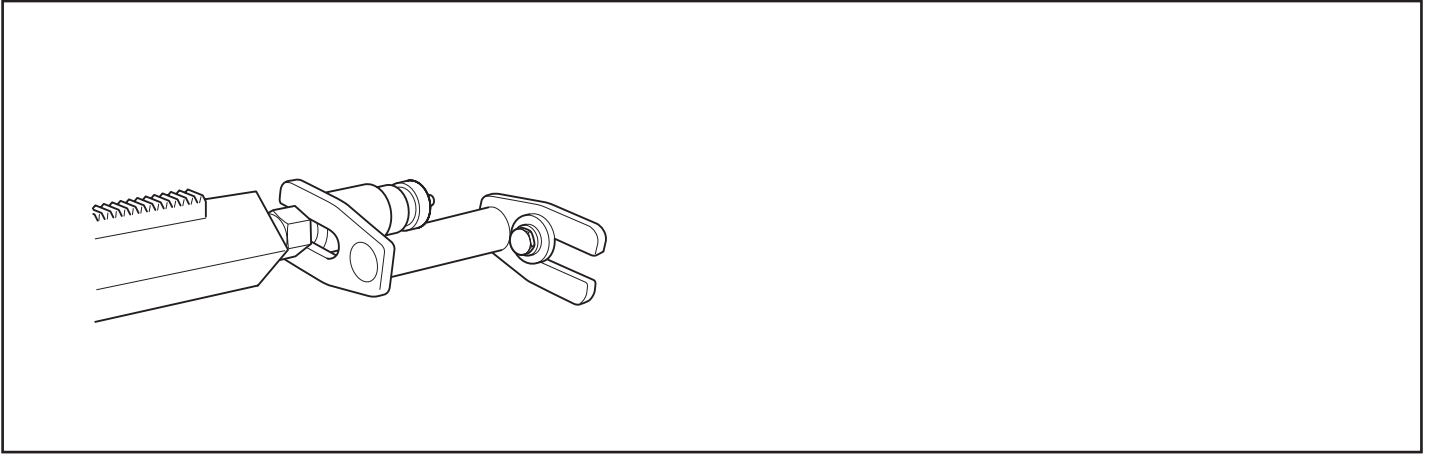

Fig.14
7. För ytterligare säkring av borrhjulet kan expanderfästet (extra tillbehör) (Fig.14) användas. Fästet justeras mot stämpskruven och fixeras i taket med en expanderbult. Säkra med låsmutter 30 mm.
7. Som en yderligere sikring af boresøjlen kan expanderbeslaget (ekstratilbehør) anvendes (Fig. 14). Beslaget justeres mod stempelskruen og fastgøres i væggen med en ekspansionsbolt. Det sikres med en 30-mm-låsemøtrik.
7. For ytterligere sikring av borsøylen kan expanderfestet (tilleggsutstyr) (Fig. 14) brukes. Festet justeres mot søyleskruen og fikseres i taket med en expanderbolt. Sikre med låsemutter 30 mm.